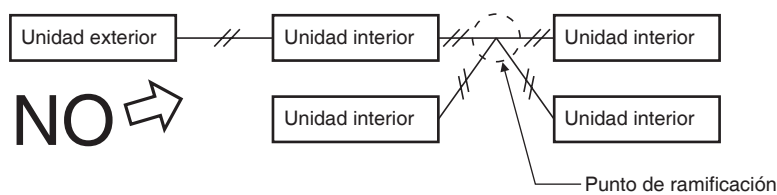

Fig. 4-4
(3) No instale el cableado de control entre unidades como cableado en estrella. El cableado en estrella provoca un ajuste de dirección incorrecto. (Fig. 4-4)